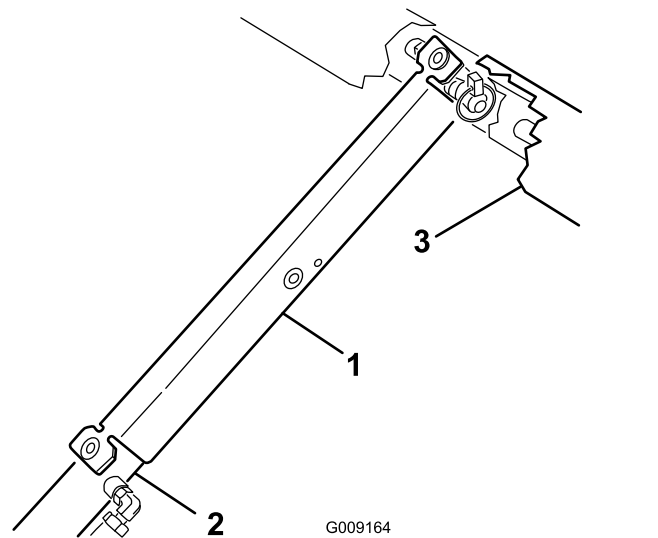

Figura 2
- C. Coloque el soporte de la plataforma a presión sobre el pistón del cilindro, asegurándose de que las pestañas de los extremos del soporte descansan sobre el extremo del cilindro y sobre la rótula del pistón (Figura 2).